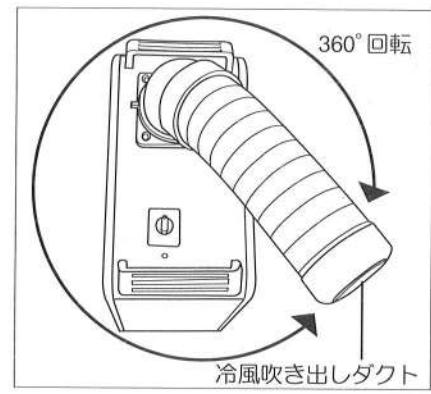

図4
①水平にダクト継手を回転させ、風向を360度で任意の位置に合わせます。(図4参照)